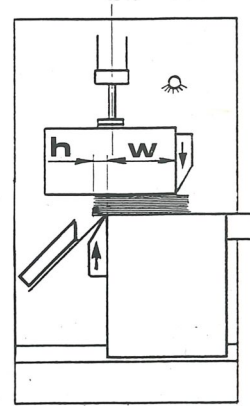

Fig. 3
- Once these operations have been effected, place the veneer pack against the rear shoulder, then the machine carries out in sequence: the positioning of the mobile table T, the moving away of the rear shoulder R from the working area, the downward movement of the pressor P, the simultaneous cutting movement of both knives (Fig. 3), the upward movement of the pressor.
- une fois que ces opérations ont été effectuées, on appuie le paquet de placage contre la butée postérieure et la machine effectue en séquence: le positionnement de la table mobile T, l'éloignement de la butée postérieure R de l'espace de travail, la descente du presseur P, le mouvement simultané de coupe des deux couteaux (Fig. 3), la montée du presseur. La machine est équipée d'un programmeur électronique à microprocesseurs permettant de mémoriser jusqu'à env. 2000 mesures de coupe, complet avec software pour l'optimisation du matériel: une fois qu'on a introduit la largeur du paquet à couper, ou bien on a mesuré automatiquement le paquet par des capteurs électroniques, la machine exécute la coupe à la mesure maximum admissible parmi celles mémorisées.
- Mit der Tastatur programmiert man das Verschieben des Tisches (T), damit die beiden Messer sich in einer Distanz zueinander befinden, die der gewünschten Schnittbreite entspricht.
- Nach diesen Schritten legt man das Furnierpaket gegen den hinteren Anschlag. Dann führt die Maschine nacheinander folgende Schritte durch: Positionierung des beweglichen Tisches (T), Wegbewegen des Hinteranschlages (R) aus der Arbeitszone, Abwärtsbewegung des Niederhalters (P), gleichzeitige Schnittbewegung (Abb. 3) der beiden Messer, Aufwärtsbewegung des Niederhalters. Die Maschine ist auch mit einem elektronischen, mikroprozessor-gesteuerten Positionierer ausgestattet, der ungefähr 2000 Schnittmaße speichern kann. Das Gerät verfügt über entsprechende Software zur Optimierung des Materials. Hierbei gibt man entweder die Breite des zu schneidenden Materials ein oder das Paket
- effettuate queste operazioni si appoggia il pacco di impiallacciatura contro la battuta posteriore; quindi la macchina esegue in sequenza: il posizionamento della tavola mobile T, l'allontanamento della battuta posteriore R dalla zona di lavoro, la discesa del pressore P, il movimento contemporaneo di taglio di entrambi i coltelli (fig. 3), la salita del pressore. La macchina è anche equipaggiata con un posizionatore elettronico a microprocessori in grado di memorizzare fino a circa 2000 misure di taglio, completo di software per l'ottimizzazione del materiale: inserita la larghezza del pacco da tagliare, oppure misurato automaticamente il pacco mediante sensori elettronici, la macchina esegue il taglio dello stesso alla misura massima consentita fra quelle memorizzate.